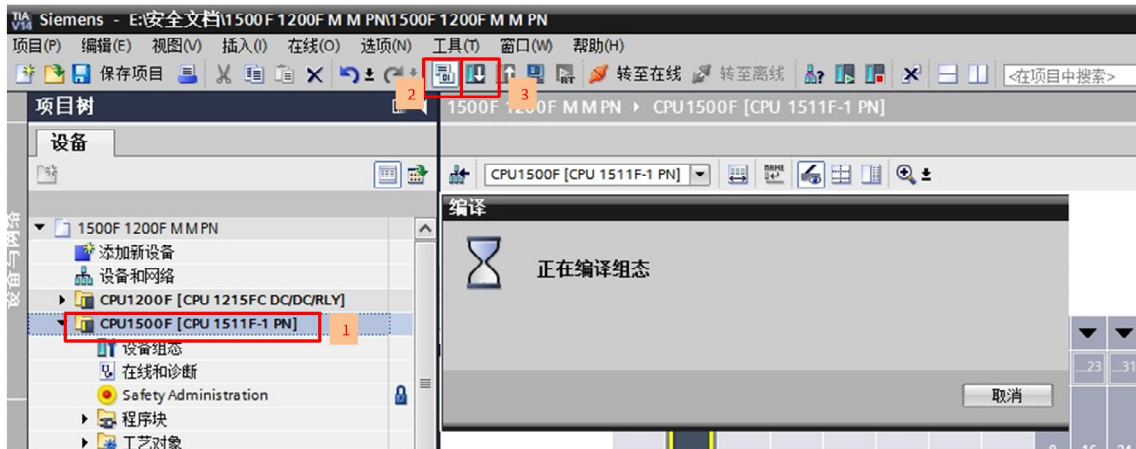

图 2-7 编译项目
7) 将两个安全 CPU 都编译保存，然后下载，以 S7-1500F 下载为例，如图 2-7，2-8。